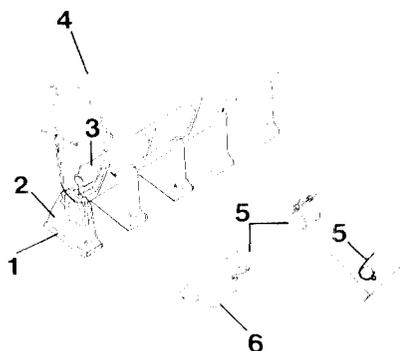
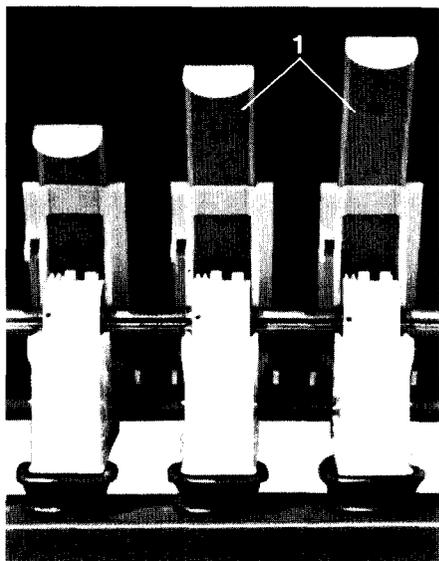

Fig. 82
Fig. 83
La poudreuse introduit en permanence la quantité exacte de poudre nécessaire dans l'écoulement des graines de semence vers les roues distributrices. L'effet d'agitation de l'arbre agitateur tournant à grande vitesse **peut être accentué par des étrilles d'agitation supplémentaires** (fig. 82/5). Les graines sont ainsi enrobées de poudre. Chaque étrille (fig. 82/5) est maintenue par une goupille (fig. 82/6).
- a) **Retirer les fermetures plastique** à glissières (fig. 82/1) situées sous les carters (fig. 82/2) des doseurs de la poudreuse. Dans le cas où certaines roues distributrices ne seraient pas utilisées, laisser en place les fermetures à glissières correspondantes.
- b) **Remplir la poudreuse.** Lors du remplissage veiller à ce que l'arbre agitateur en caoutchouc (fig. 82/3) soit vertical. On obtient cette position verticale en tournant la roue d'entraînement du semoir préalablement levé. Remplir la poudreuse avec le produit traitant. Fermer la poudreuse avec son couvercle (fig. 82/4).
- f) **Mettre la glissière (fig. 83/1) du carter de distribution sur la position «³/₄»** même si la table de réglage indique «position ouverte». Autrement ce brassage vigoureux obtenu par les étrilles d'agitation (fig. 82/5) pourrait provoquer la distribution non contrôlée des graines par dessus les roues distributrices.
Pour vidanger la poudreuse, mettre l'arbre d'agitateur caoutchouc (fig. 82/3) en position verticale. De l'extérieur de la trémie du semoir, faire pivoter la poudreuse sur son arbre jusqu'à ce que son couvercle soit tourné vers le bas, après avoir dévissé la vis à œil. Le reste de poudre tombe alors dans le couvercle (fig. 82/4) et peut être facilement recueilli après ouverture du couvercle.
Effectuer quelques tours de manivelle, puis vérifier que la poudre de traitement sort de tous les carters doseurs. Fermer ensuite les carters doseurs avec les fermetures plastique (fig. 82/1). Effectuer ensuite avec la manivelle le même nombre de tours qui avaient été précédemment effectués pour le contrôle du débit des graines. Le produit traitant se dépose sur les fermetures en plastique (fig. 82/1) situées sous les carters (fig. 82/2) des doseurs.
Retirer avec précaution les fermetures en plastique (fig. 82/1) en veillant à ne pas renverser de produit traitant. Le produit est versé sur une feuille de papier ou autre, puis pesé à l'aide d'un pèse-lettre. L'étalonnage préalable du semoir a établi la quantité contrôlée de semence. Ainsi la quantité nécessaire de produit traitant peut alors être facilement obtenue; p. ex. 150 g de produit traitant pour 100 kg de semence équivalent à 1,5 g de produit traitant pour 1 kg de semence.